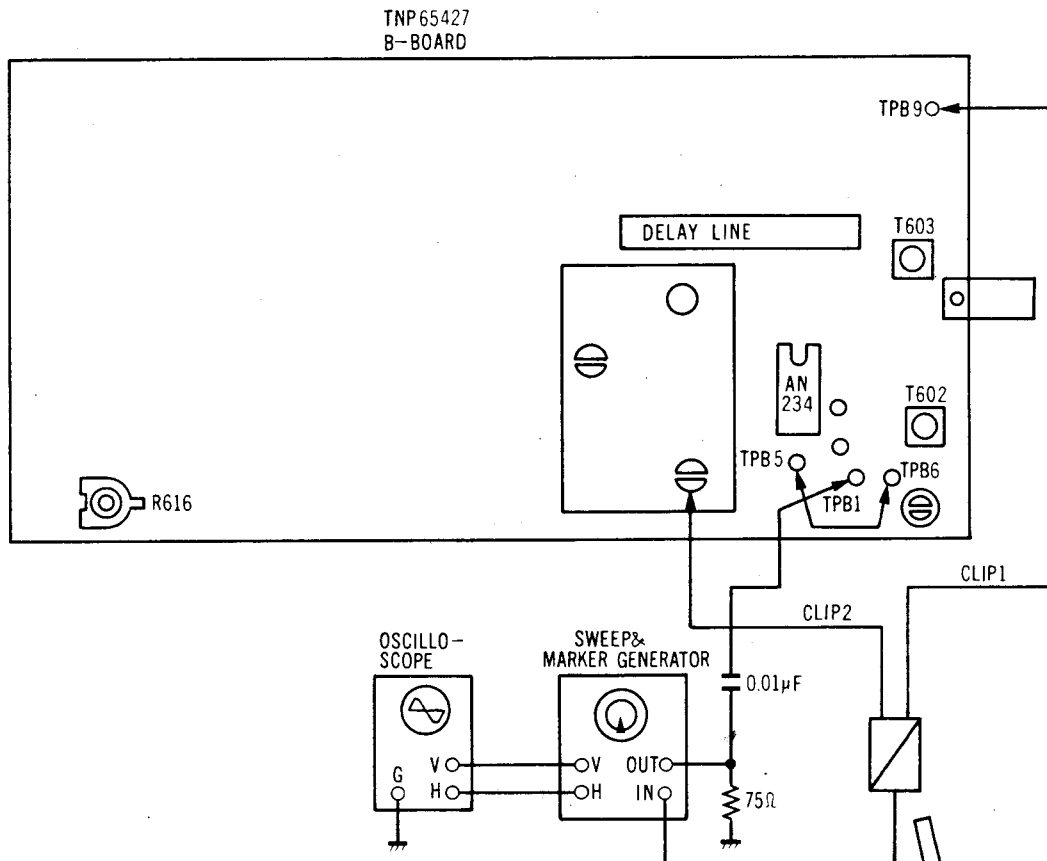

Figure 16 Abb. 16
4. Short TPB5 and TPB6 with a jumper lead. (See Figure 16).
6. Connect Oscilloscope and Sweep generator in figure 16.
6. Oszillographen und Wobbelgenerator, wie in der Abbildung dargestellt, anschliessen. (Vgl. Abb. 16)
### Preparation Step (See figure 16')
1. Connect oscilloscope and chroma sweep generator in figure 16.
**Vorbereitung** (Vgl. Abb. 16)
1. Den Ausgang des Farbgenerators und den Eingang des Oszillographen nach Abb. 16 anschliessen.